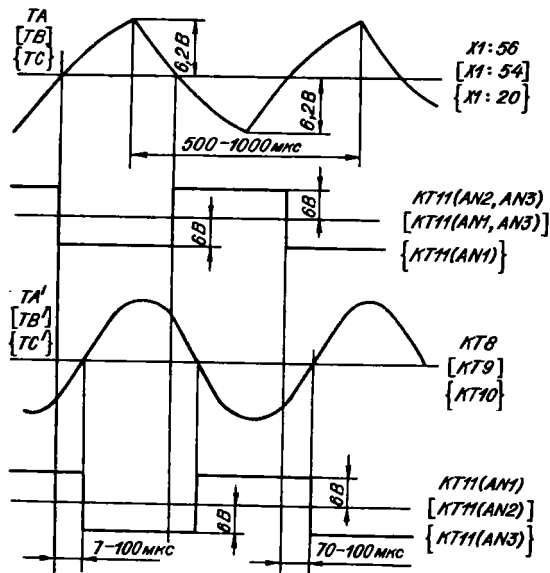

Рис. 8. Диаграммы напряжений блоков регуляторов тока
7.5.16.5. Контролируйте осциллографом сигналы в КТ11 функциональных групп АН1, АН2, АН3, в КТ8, на контакте 56 разъема на соответствие диаграммам напряжений, представленным на рис. 8.
Примечание. Названия сигналов и места контроля указаны на рис. 8 без скобок.
Примечание. Обозначения сигналов и соответствующие им адреса контроля указаны на рис. 8 в скобках одинаковой формы.